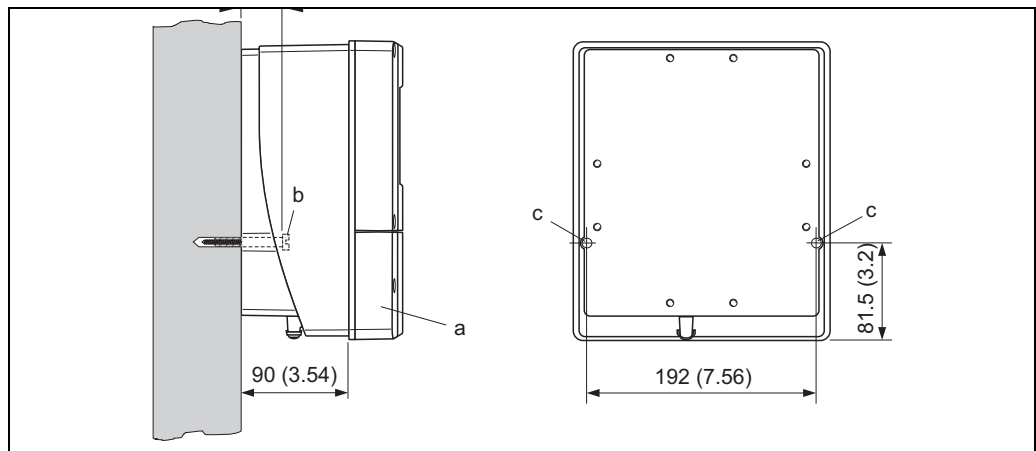

Abb. 28: Direkte Wandmontage
1. Bohrlöcher gemäß Abb. 28 vorbereiten.